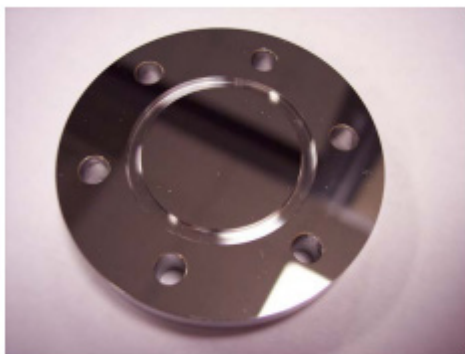

Рис. 34. Зеркало из нержавеющей стали; зеркальная сторона сверху
3. Подготовьте новое зеркало из нержавеющей стали. См. Рис. 34 ниже.